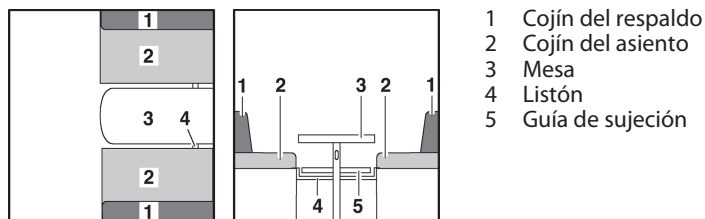

Fig. 137 Antes de la transformación
- Transformar la mesa (Fig. 137,3) en base de cama (véase apartado 7.9).
- Según el modelo, meter el listón (Fig. 137,4) o tirarlo hacia dentro. El listón tiene la posición correcta cuando soporta el tablero de mesa aprox. 15 - 20 cm detrás de la pata de mesa.